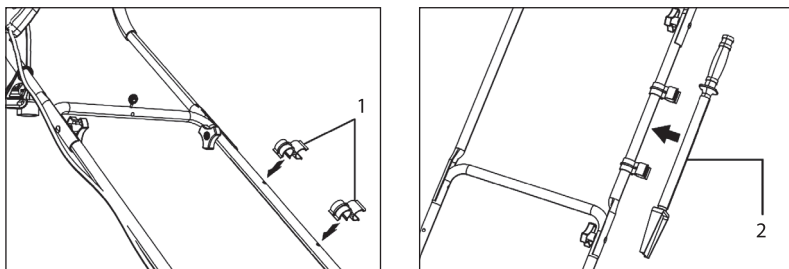

Рис. 3
3. Установите на среднюю стойку зажимы для крепления скребка (1) (рис. 3). Зафиксируйте скребок (2) (для арт. 97629).